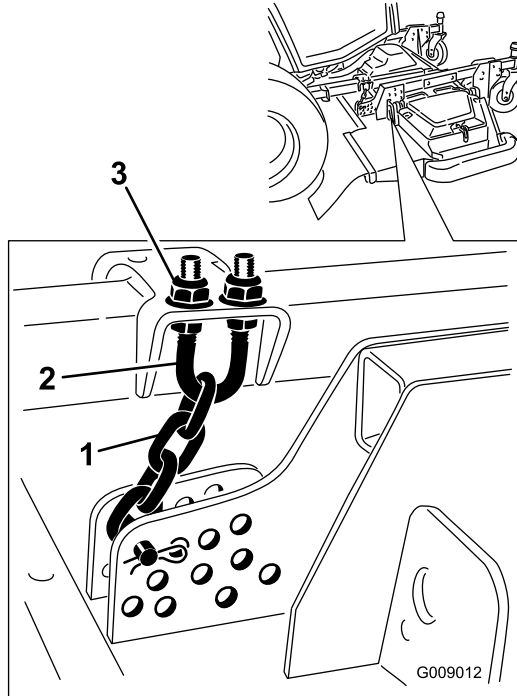

Figura 127
- Desaperte as porcas de retenção na zona superior ou inferior da cavilha em U da correia da altura de corte (Figura 127).